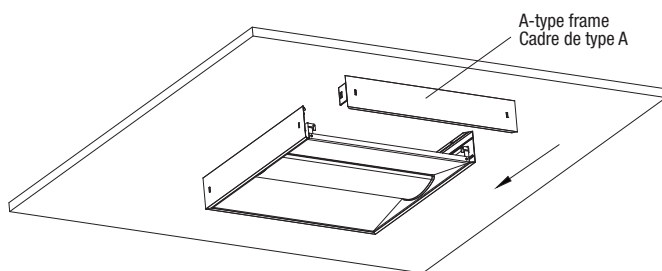

Fig. 5
5. Reinstall the A-type frame into the slots, make sure it gets locked tightly by connectors by clipping it (Fig. 5).
5. Réinstaller le cadre de type A dans les fentes, assurez-vous qu'il est bien verrouillé par les connecteurs en le clipsant (Fig. 5).